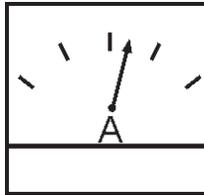

Figure 38. Ampèremètre (Charge)
11. Observez l'ampèremètre du générateur (Figure 38) et vérifiez s'il affiche l'intensité du courant prévue par rapport à la charge. L'ampèremètre affiche uniquement un relevé actuel si la charge est en cours d'utilisation.